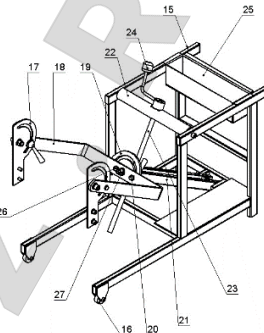

Рис. 3 Каретка в сборе
- 4.2 Каретка состоит из: сварного каркаса поз.15, на котором крепятся: два колеса поз. 16, рычаг поз. 21 и планка поз. 22. На рычаге шарнирно крепятся вилы поз. 18, ось вращения винт поз. 27 и два фиксатора поз. 26 и 20. На вилках закреплены планки поз. 17 (рис. 3)